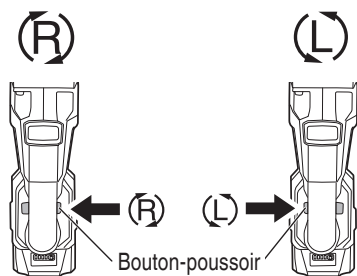

Fig. 15
- Vérifiez la direction de rotation de la mèche (Fig. 15)
Le foret tourne dans le sens des aiguilles d'une montre (vu de derrière) quand on appuie sur le côté R du bouton-poussoir. (Fig. 15)